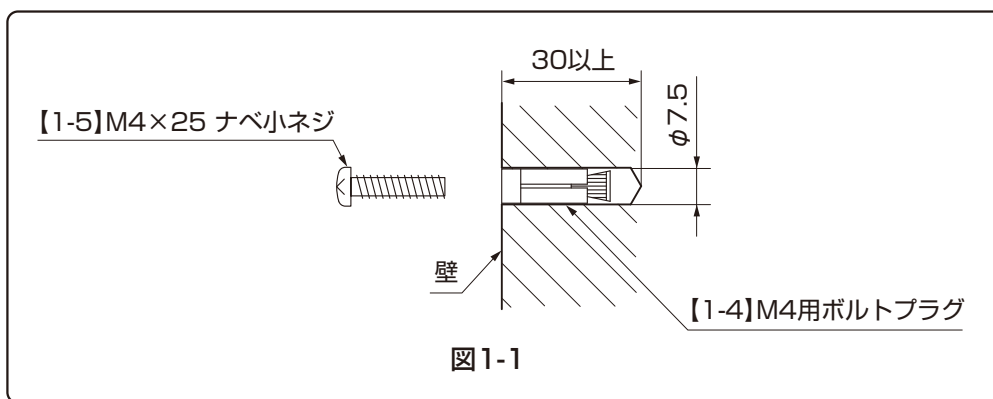

図1-1
- ① 備前焼サインを取付ける位置に合わせて取付穴位置をけがき、けがいた位置に穴径φ7.5、有効深さ30mm以上の下穴をあけてください。（図1-1参照）